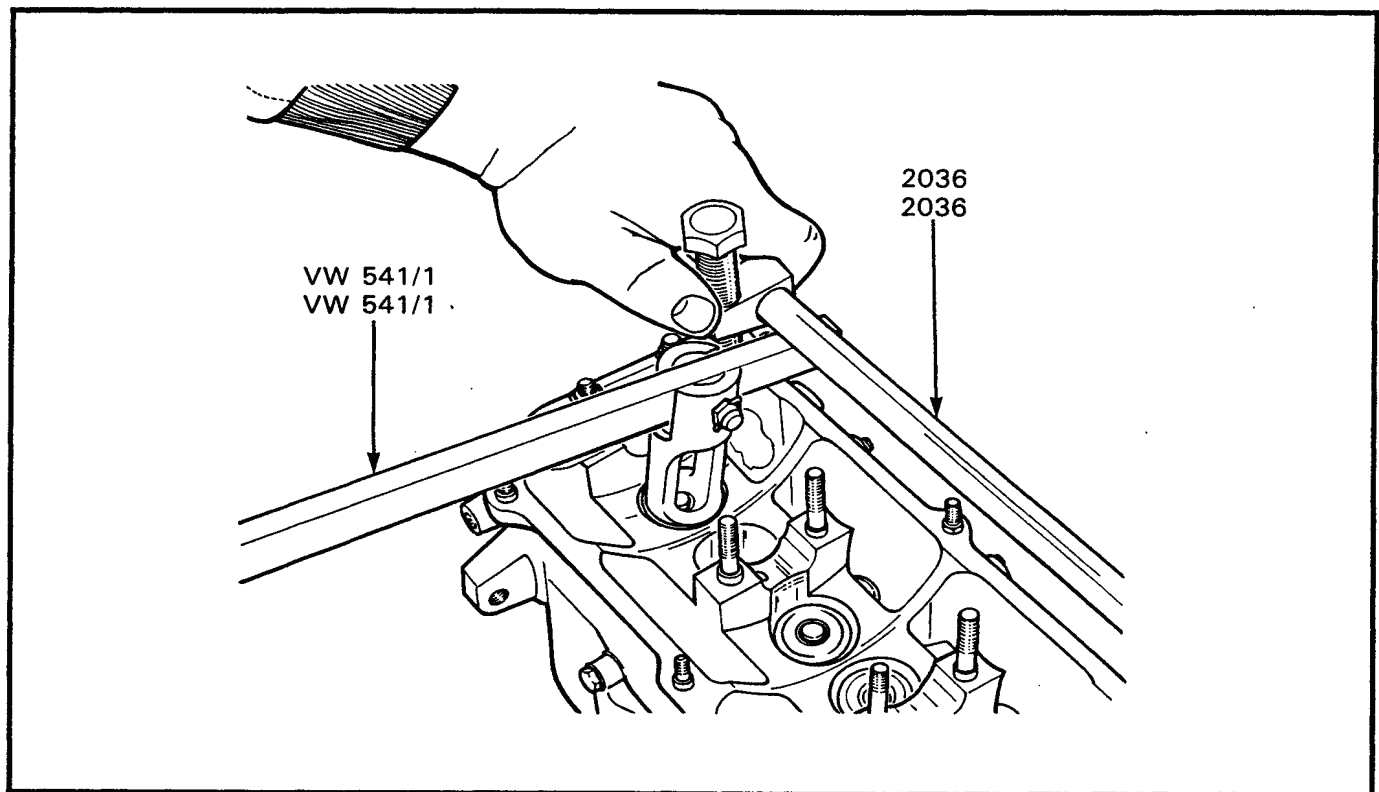

Figure 2-6-16 Removal of Valve Keepers
- e. Install tool 2036 on the mounting studs of camshaft bearing caps one and five and install four nuts and flat washers, see Figure 2-6-16.
- e. Installer l'outil 2036 sur les goujons de fixation des chapeaux de paliers un et cinq de l'arbre à cames, et installer quatre écrous et rondelles plates. Voir figure 2-6-16.